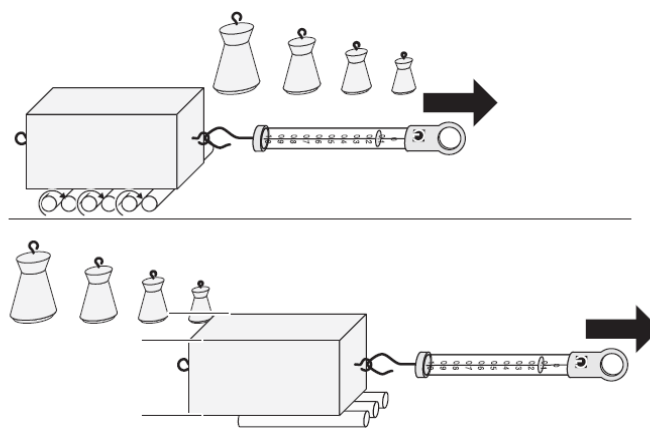

Рис. 3 Измерение силы трения качения (верх) и силы трения скольжения (низ) в зависимости от силы тяжести.
12. Положите стержни друг к другу (см. Рис.3, верх). Поместите большой брусок поверхностью покрытой пластиком на стержни. Положите гирию массой 0,5 кг на брусок.
13. Измерьте силу трения качения (см. Рис.3, верх) поддерживая однородное движение.
15. Расположите брусок вдоль стержней (см. Рис.3, низ) и проведите измерения силы трения скольжения при перечисленных выше условиях.